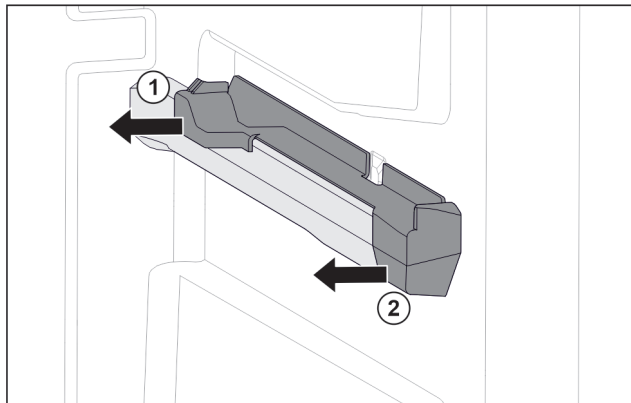

Fig. 120 Aufsteckteil auf der rechten Behälterrippe
- Aufsteckteil hinten zur Seite abziehen. Fig. 120 (1)
- Aufsteckteil vorne zur Seite abziehen. Fig. 120 (2)